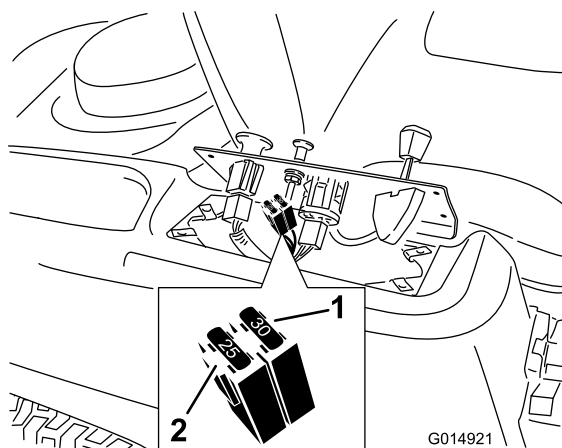

Figura 44
2. Levante el panel de control para tener acceso al arnés de cables principal y al bloque de fusibles (Figura 44).
3. Para cambiar un fusible, tire del fusible para retirarlo (Figura 44).